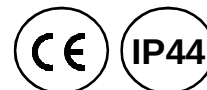
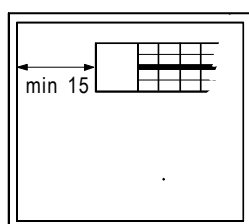

Fig.1
Fig.4
1. Energolnra may be wall or ceiling mounted (horizontal), where the lowest fitting height is 1.8m from floor level. Fig.1,2 & 3 shows minimum distance in cm to combustible items. Note! Do not cover the heater or direct it towards combustible items. Fixed heaters must not be mounted in front of a socket outlet. Fig. 4, 5 & 6 are examples of incorrect fittings.
1. Energolnra ska monteras horisontellt i tak eller på vägg, där lägsta monteringshöjd är 1,8 m från golvet. Fig. 1, 2 & 3 anger minimimått i cm till fasta brännbara föremål. OBS! Värmaren får ej övertäckas eller riktas mot brännbara föremål! Skall ej heller monteras omedelbart under ett vägguttag. Fig. 4, 5 & 6 är exempel på felaktig montering.
1. Les Energolnra peuvent être montés au plafond ou en appliques murales avec une hauteur minimale à partir du sol de 1m80 (Donnée constructeur). En France, le respect de la CH 53 impose une hauteur minimale de 3 mètres. Les figures 1, 2 et 3 montrent les distances minimales à respecter lors de l'installation. Attention! Ne pas couvrir l'appareil ou le placer à moins de 80 centimètres de matériaux combustibles. L'appareil ne doit pas être branché directement sur une prise murale! Les figures 4, 5 et 6 montrent des exemples INCORRECTS de montage.
1. Energolnra kann an Wänden oder Decken (horizontal) befestigt werden. Die niedrigste Befestigungshöhe ist 1,8 m. Fig. 1, 2 & 3 zeigen die Minimumabstände zu entzündlichen Gegenständen in cm. Achtung! Den Heizkörper niemals abdecken oder auf entzündliche Gegenstände richten. Befestigen Sie den Heizkörper nicht direkt unter einem Wandschalter. Fig. 4, 5 & 6 zeigen Beispiele für unsachgemäße Befestigung.